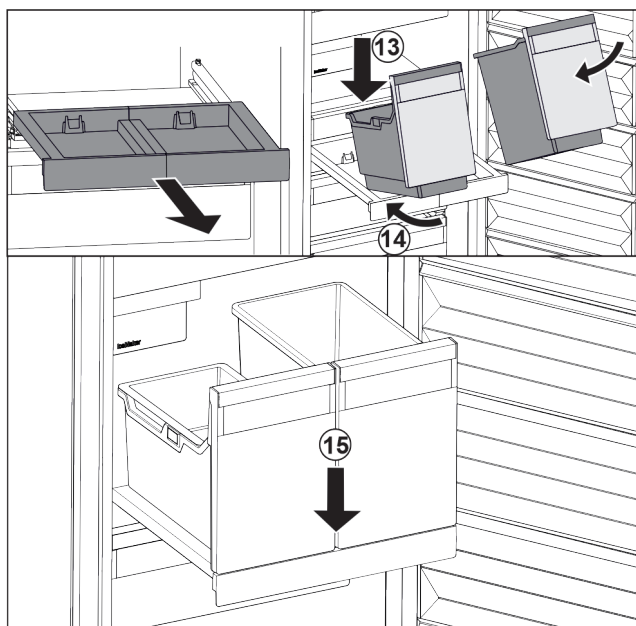

Fig. 124
- ▶ Placer les bacs sur le compartiment coulissant en les inclinant. Fig. 124 (13)
- ▶ Pousser les bacs jusqu'au fond en les inclinant. Fig. 124 (14)
- ▶ Déposer les bacs par l'avant. Fig. 124 (15)